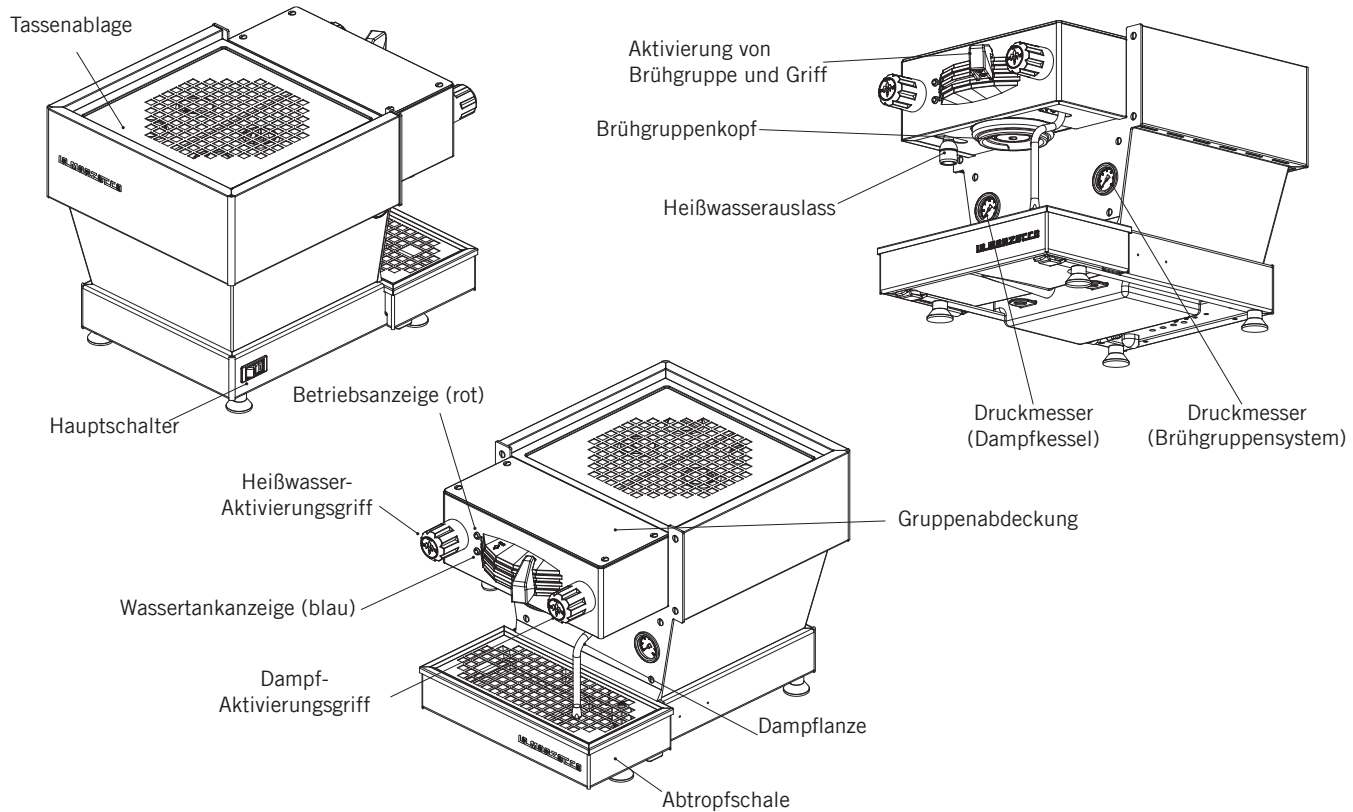

Abbildung 1 – Beschreibung des Gerätes
**2. Brühen von Kaffee:** Jetzt können Sie den Siebträger entfernen, um ein Kaffeegetränk zuzubereiten. Füllen Sie den Siebträger mit dem Einzel- oder Doppelsieb mit gemahlenem Kaffee. Pressen Sie den gemahlene Kaffee mit dem mitgelieferten Stopfer und setzen Sie den Siebträger in die linea mini ein. Um den Brühvorgang zu starten, bewegen Sie den Griff von rechts nach links (siehe Abb.1 Seite 8).
Sie können heißes Wasser über den Heißwasserauslass beziehen. Um heißes Wasser auszugeben, drehen Sie die linke Taste (siehe Abb.1 Seite 8).
Heißes Wasser kann aus der Heißwasserlanze links am Gerät bezogen werden. Dies wird durch Drehen des linken Knopfs erreicht (s. Seite 8, Abb.1).